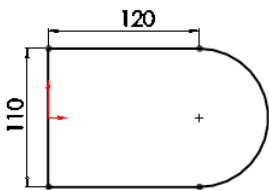

图 9-15 绘制半圆弧
③单击“草图”工具栏中的“切线弧”按钮，绘制半圆弧，并且将矩形的一条竖直边剪裁掉，如图 9-15 所示。